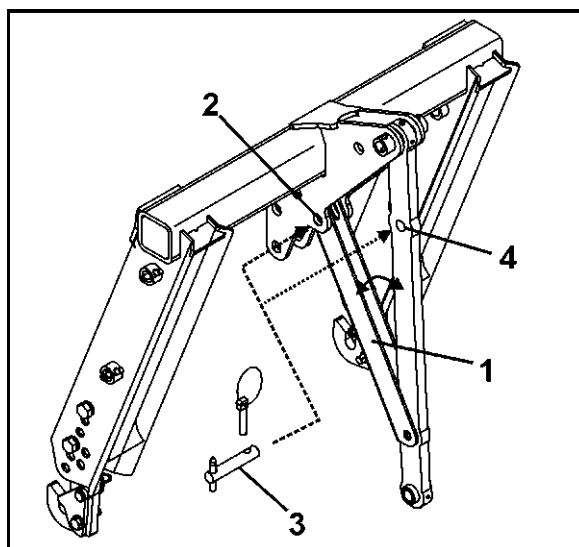

Fig. 50
3. Sving sikringsafstivningen (Fig. 50/1)
- o i transportposition (Fig. 50/2).
- o i parkeringsposition (Fig. 50/4).
4. Fastgør sikringsafstivningen med bolten (Fig. 50/3), og sørg for at sikre den med ringsplitten.